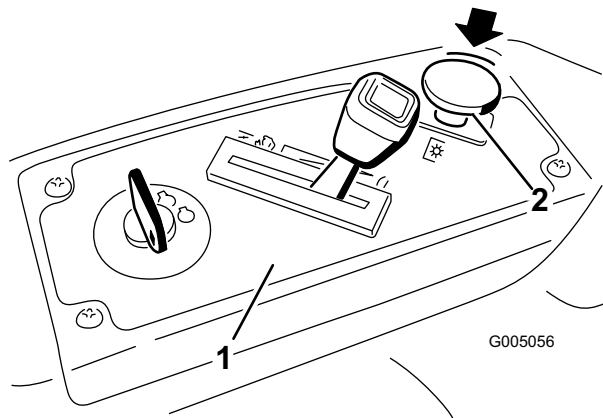

Figure 12
Poussez la commandes de lames en position Désengagée pour désengager les lames (Figure 12).
- Désengagez les lames en plaçant la commande des lames en position Désengagée (Figure 12).